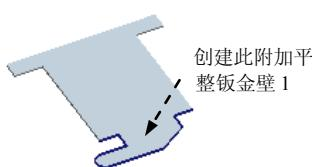
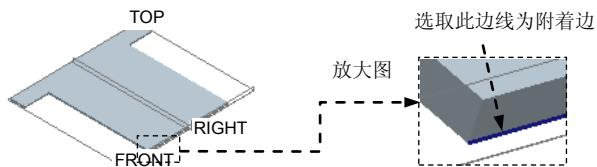
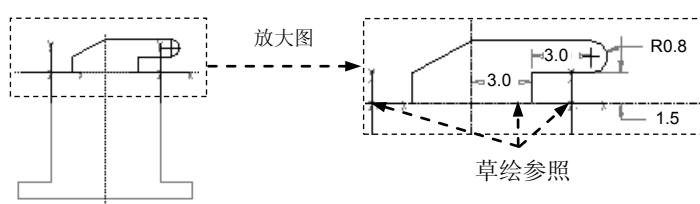

图 11.6.4 创建附加平整钣金壁 1
图 11.6.5 定义附着边
图 11.6.6 截面草图
Step3. 创建图 11.6.4 所示的附加平整钣金壁 1。选择下拉菜单 **插入(I) → 钣金件壁(W) → 平整(L)...** 命令，选取图 11.6.5 所示的模型边线（下边线）为附着边。平整壁的形状类型为 **用户定义**，在操控板的 **△** 图标后面的下拉列表中选择 **平整**，单击 **形状** 按钮，在系统弹出的选项卡中单击 **草绘...** 按钮，接受系统默认的草绘参照，方向为 **顶**；绘制图 11.6.6 所示的截面草图。